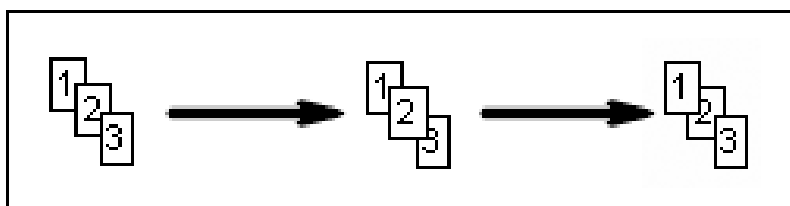

Рис. 5.137
На **Панели инструментов для выносок** находятся еще два инструмента – **Переместить по порядку вверх**  и **Переместить по порядку вниз** . Они используются для изменения порядка наложения выносок (Рис. 5.137). Данные инструменты работают как для одной выноски, так и для группы выносок:
1. Выделите выноску 2 (левая часть Рис. 5.137).
2. Выберите инструмент **Переместить по порядку вверх** . При этом произойдет перемещение выбранной выноски (или группы выносок) на самый верхний уровень (средняя часть Рис. 5.137).
3. Выберите инструмент **Переместить по порядку вниз** . При этом произойдет перемещение выбранной выноски (или группы выносок) на самый нижний уровень (правая часть Рис. 5.137).